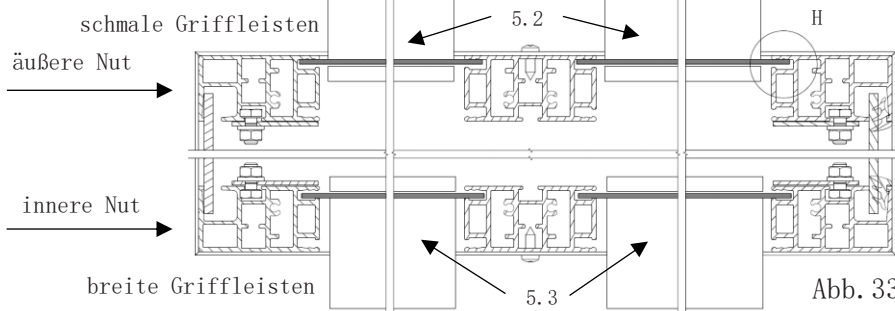

Abb. 33
- das Schiebeelement (Pos. 5.3) wird in den inneren Profil-Nut geschoben! (Abb.33/34)
- das Schiebeelement (Pos. 5.2) wird in den äußeren Profil-Nut geschoben! (Abb. 33/34)